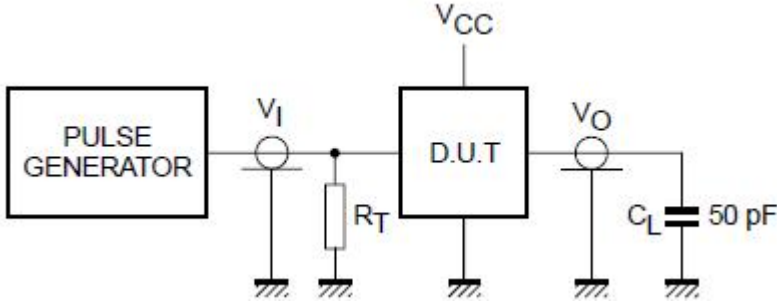

图5、交流测试图
3.3.3 交流参数 1 (除非另有规定, $T_{amb}=25^{\circ}\text{C}$, $\text{GND}=0$, $t_r = t_f = 6.0\text{ns}$, $C_L=50\text{pF}$; 见图4, 图5)
(除非另有规定, $T_{amb}=-40\sim+85^{\circ}\text{C}$, $\text{GND}=0$, $t_r = t_f = 6.0\text{ns}$, $C_L=50\text{pF}$; 见图4, 图5)